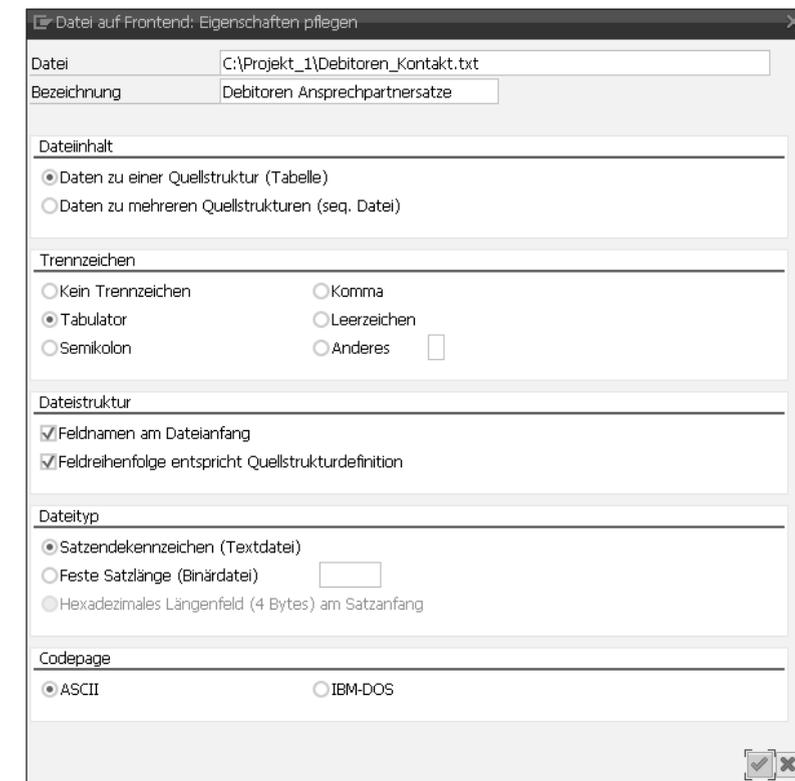

Abbildung 6.34 LSMW – Datei auf dem Frontend spezifizieren
- ▶ Sie wählen EINTRAG HINZUFÜGEN und sehen daraufhin das in Abbildung 6.34 dargestellte Dialogfenster.